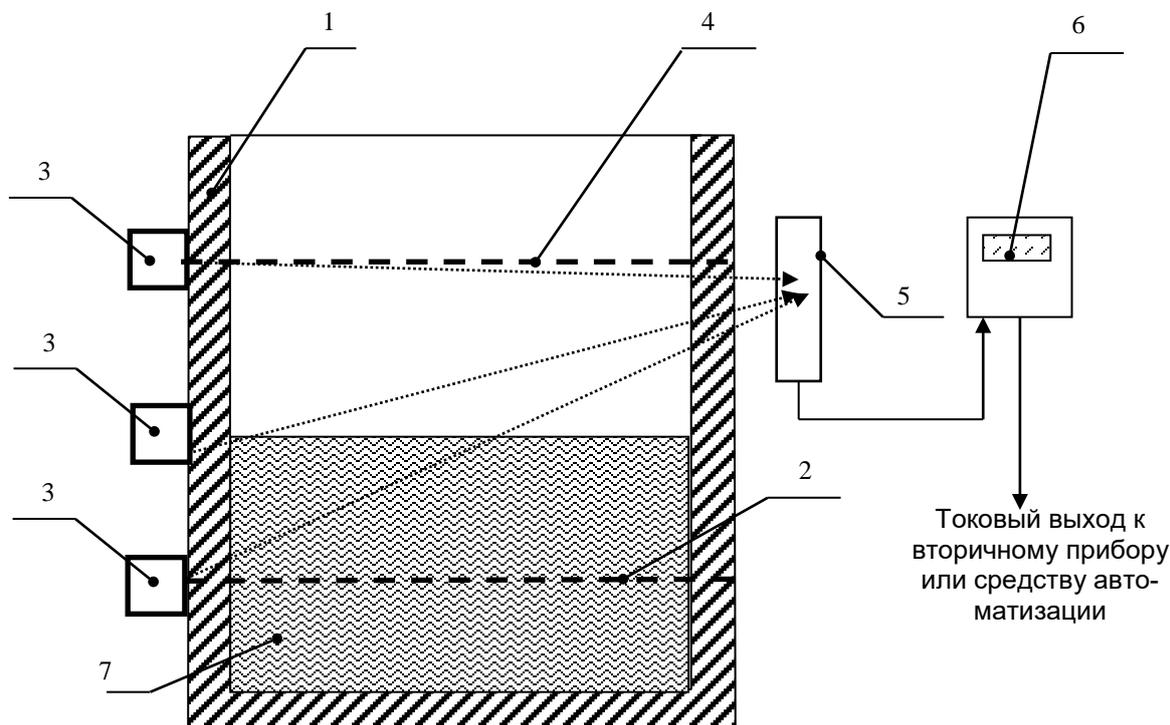

Рис. 1. Структурная схема контроля уровня
1.1.4.1 Принцип действия уровнемера основан на регистрации изменения потока гамма излучения при прохождении через контролируемый материал (рис. 1).